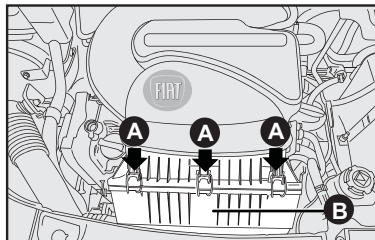

fig. 9
SUBSTITUIÇÃO - fig. 9 e 10
- Soltar os grampos **A-fig. 9** e retirar a tampa **B-fig. 9** pelo lado esquerdo;